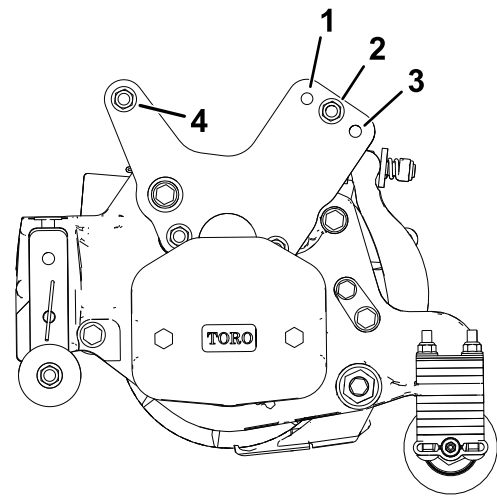

Рисунок 20
Примечание: Для **менее** интенсивного скашивания установите звенья режущего блока в положение № 1, а для **более** интенсивного скашивания – в положение № 3 (Рисунок 20).
3. См. Рисунок 20 для конфигураций интенсивного скашивания.